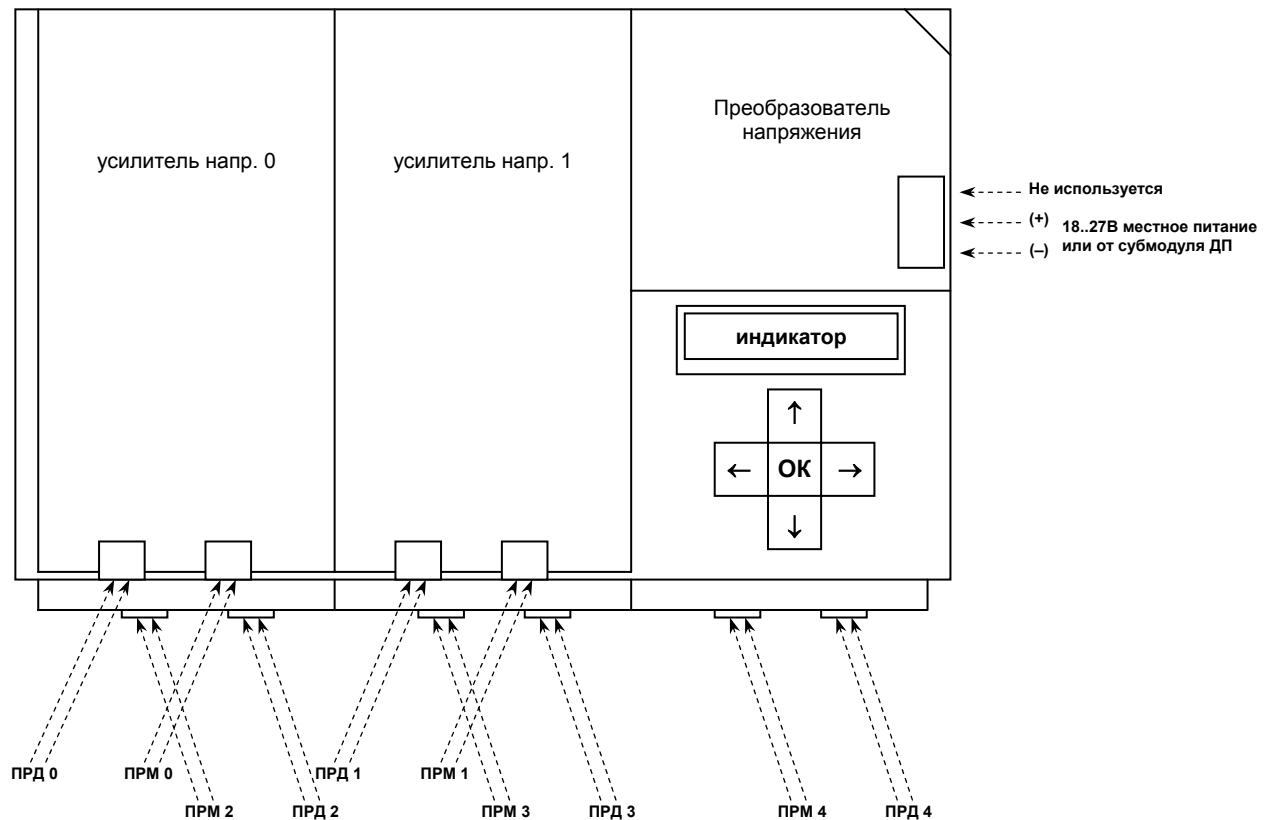

Рис.3.3. Назначение контактов разъемов блока усилителей
На плате управления установлены индикатор, управляющие кнопки, плата преобразователя питания и от 2 до 5 плат усилителей (в зависимости от требуемого количества отводов). Все вместе они образуют блок усилителей. На рис.3.3 показано расположение и назначение разъемов на платах блока усилителей.
3.5. Местное питание может осуществляться от источника постоянного напряжения 18..27В и амплитудой пульсаций не более 1В. Потребляемый ток не превышает 150мА. Полярность указана на рис.3.3.